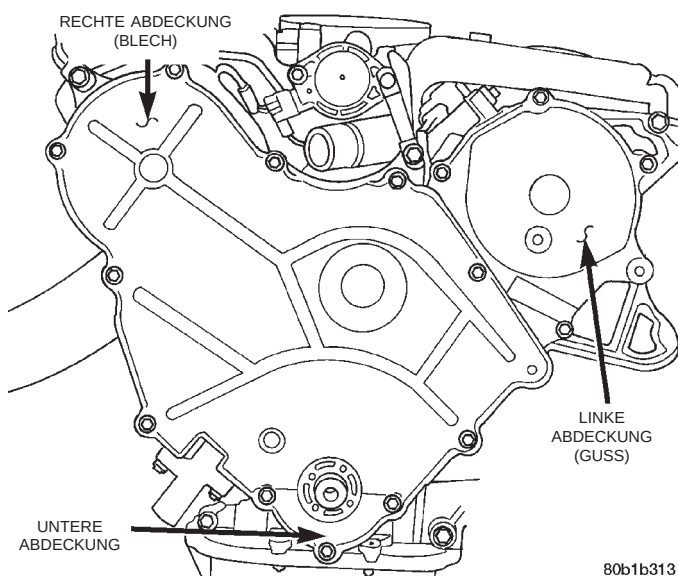
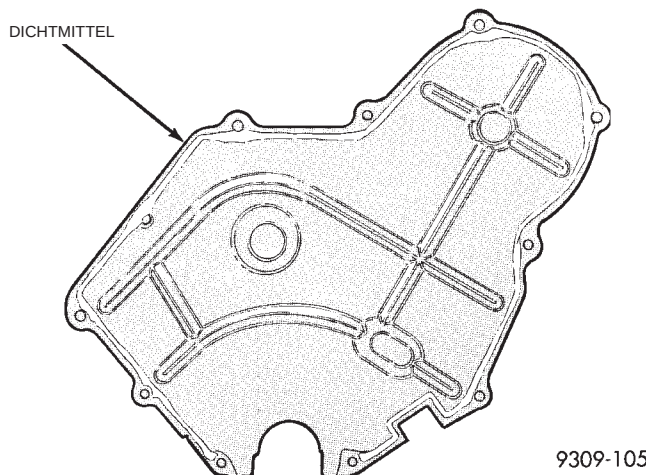

Abb. 65 Zahnriemenabdeckungen
Abb. 66 Dichtmittelwulst auf Zahnriemenabdeckung
(7) Untere Riemenabdeckung hinter dem Schwingungsdämpfer/Kurbelwelle ausbauen (Abb. 65).
(8) Die aus Stahlblech bestehende Abdeckung abbauen (Abb. 65). **Dichtmittel auf der Abdeckung nicht entfernen, da wiederverwendbar (Abb. 66).** Eventuell vorhandene Lücken im Dichtmittelwulst mit Silikonkautschuk-Dichtungskleber (Mopar® Silicone Rubber Adhesive Sealant oder gleichwertiges Produkt) ergänzen.
(9) Die aus Guss bestehende linke Abdeckung abbauen (Abb. 65).
(1) Linke Gussabdeckung (Abb. 65) und Spannrolle des Antriebsriemens für Zusatzaggregate mit Halterung montieren.
(2) Rechte Stahlblechabdeckung montieren (Abb. 65).
(3) Untere Abdeckung montieren (Abb. 65).
(4) Schwingungsdämpfer/Kurbelwelle mit den Spezialwerkzeugen C-4685-C1 (Gewindestange von 5,9 Zoll) und 6792-1 montieren. Zentralschraube eindrehen und mit 115 N·m (85 ft. lbs.) anziehen. Hierzu den Schwingungsdämpfer mit Spezialwerkzeug 8191 blockieren.
(5) Lüftereinheit und oberen Kühlerquerträger einbauen.